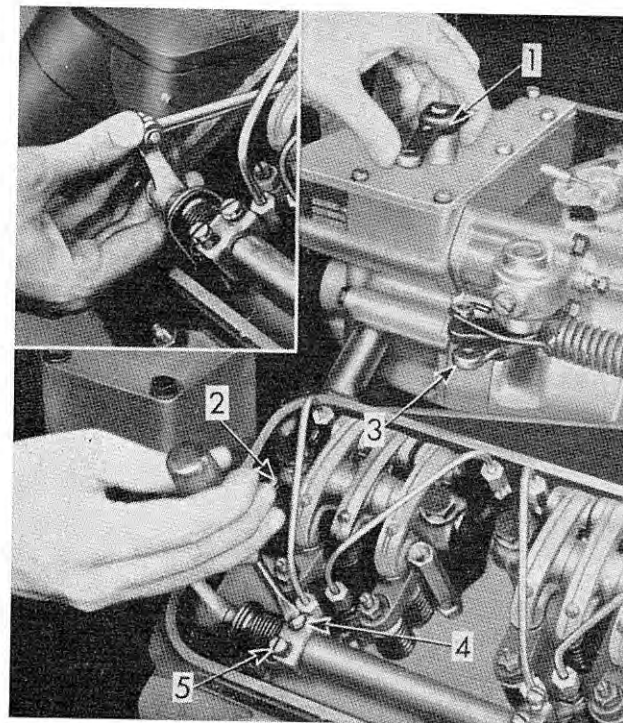

Fig. 26 - Mise au point des leviers de commande des injecteurs
**Remarque :** Le levier de contrôle de vitesse, voir fig. 26, sera placé en position pleine injection, tandis que le levier d'arrêt sera maintenu en position de fonctionnement.